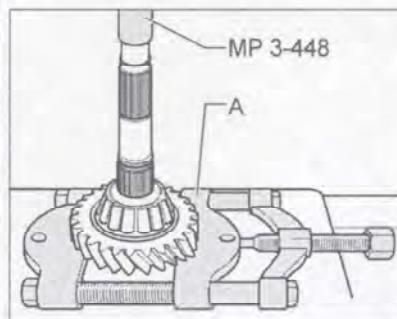

Рис. 7.268. Спрессуйте внутреннюю обойму малого роликоподшипника с шестерней 1-й передачи с помощью съемника Kukko 17/2 (A).
4. Спрессуйте внутреннюю обойму малого роликоподшипника с шестерней 1-й передачи с помощью съемника Kukko 17/2 (A) (рис. 7.268).